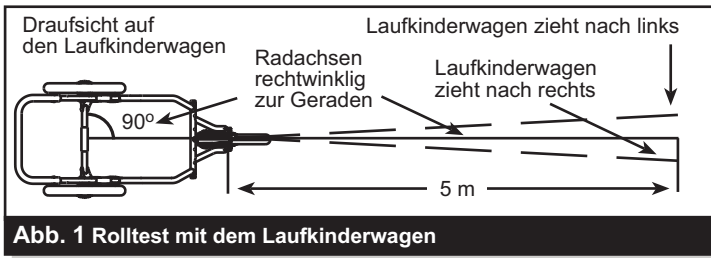

Abb. 1 Rolltest mit dem Laufkinderwagen
- 4) Führen Sie mit dem Laufkinderwagen so, wie im Anschluss erläutert, einen Rolltest durch. Für diesen Test sollte eine zweite Person bereit stehen, die den Laufkinderwagen aufhält und zurückschiebt. Abb. 1 veranschaulicht, wie dieser Rolltest vorgenommen werden sollte.
- d. Zieht der Laufkinderwagen wiederholt nach links oder rechts, obwohl er gerade angeschoben wird, müssen die nachfolgend erläuterten Einstellungen vorgenommen werden, bis die Spur richtig eingestellt ist. Abb. 1 veranschaulicht, wie die Ergebnisse auszulegen sind.